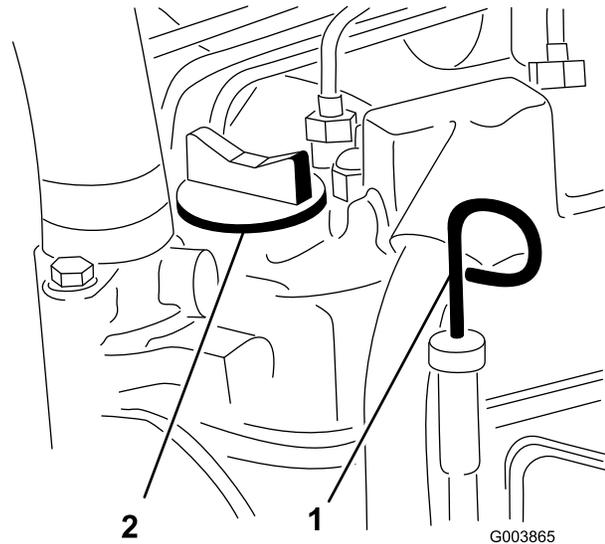
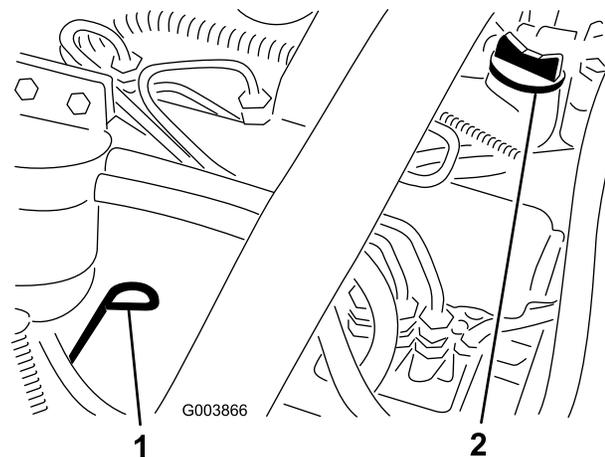

Figure 23
Figure 24
3. Retirez la jauge, essuyez-la sur un chiffon et remettez-la en place (Reelmaster 5200 – Figure 23, Reelmaster 5400 – Figure 24).